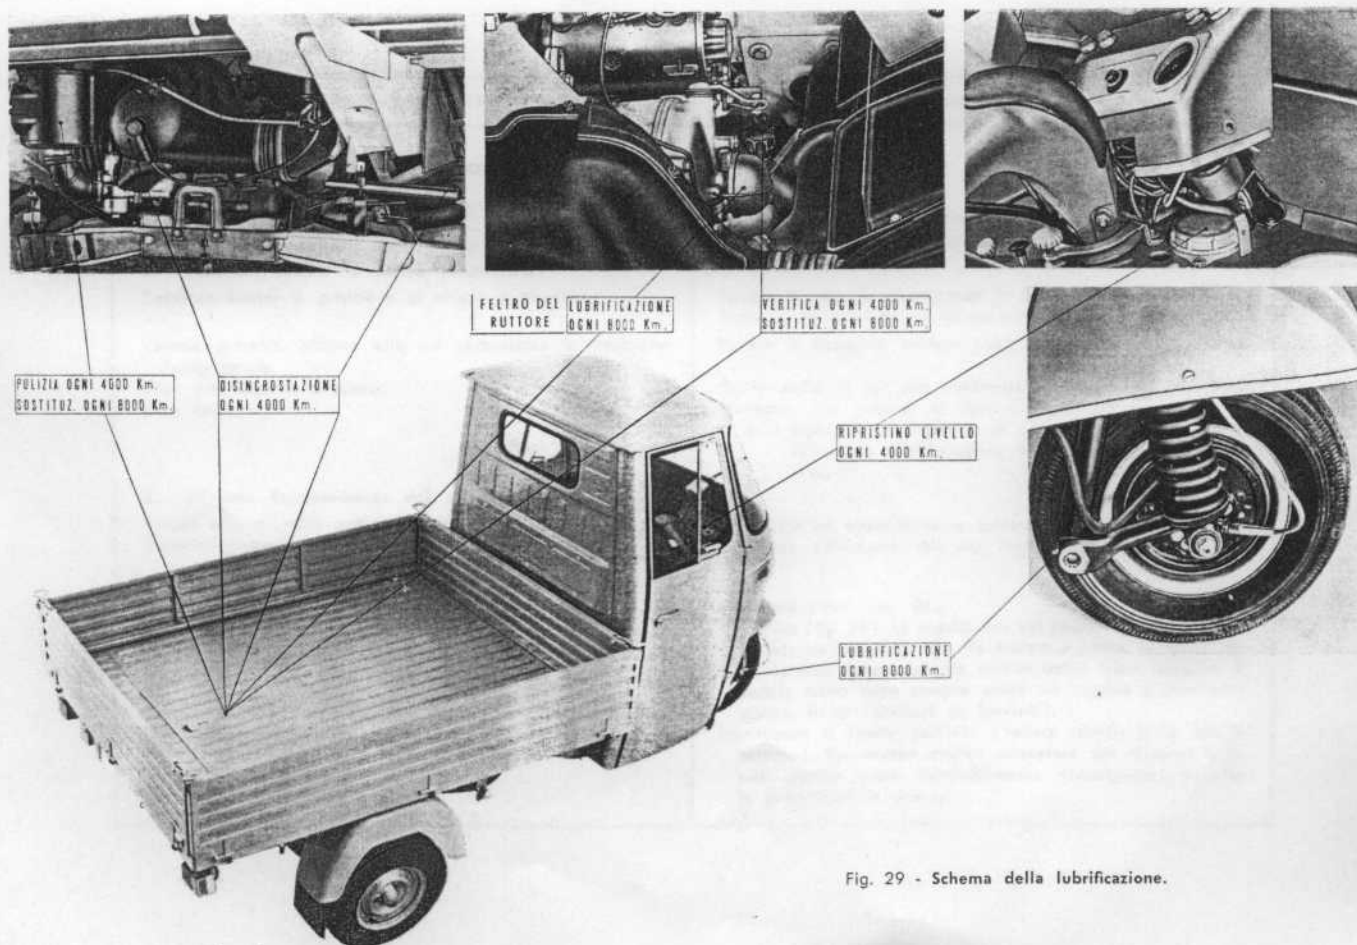

Fig. 29 - Schema della lubrificazione.
- 4) - Lubrificare la sospensione anteriore (ingrassatore sotto la forcella del braccio oscillante, fig. 29).